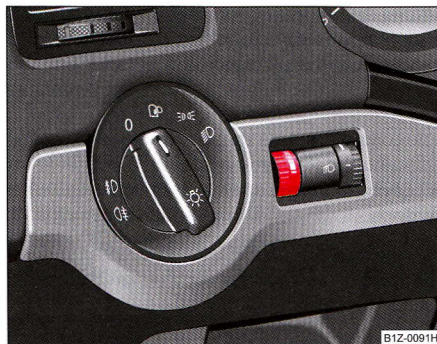

Fig. 44 Tabloul de bord: Iluminarea instrumentelor de bord
- Rotiți regulatorul rotativ ⇒ fig. 44 pe intensitatea dorită a iluminării instrumentelor de bord.⁵⁾
⁵⁾ De la display-ul informațional* ⇒ pagina 23 se poate regla automat intensitatea iluminării. Reglarea de la regulator ⇒ pagina 66, fig. 44 este posibilă numai după lăsarea întinericului.